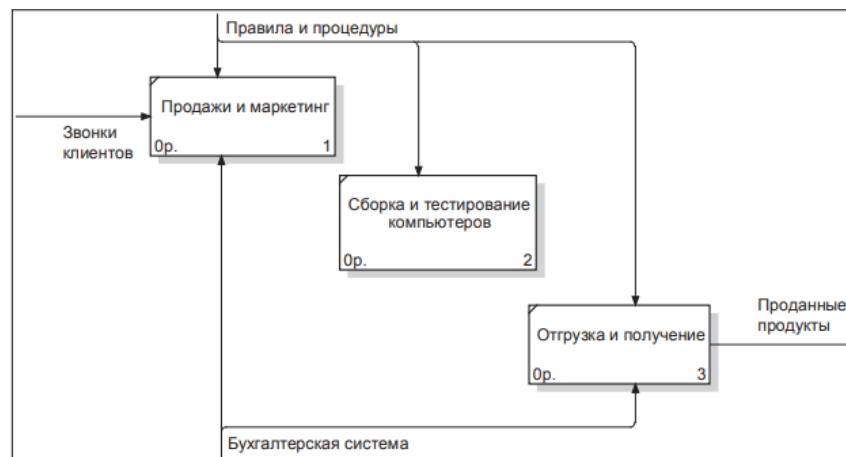

Рис.3. Связанные граничные стрелки на диаграмме A0
4. Перейдите в режим рисования стрелок (кнопка  на палитре инструментов) и свяжите граничные стрелки так, как показано на рис.3.